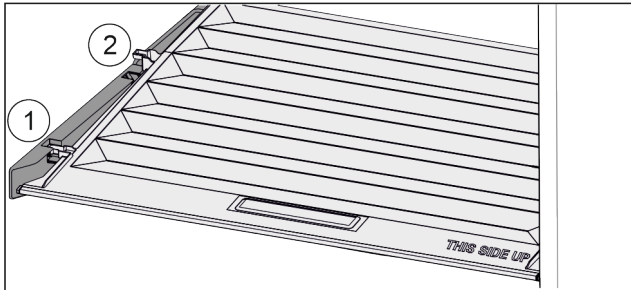

Fig. 101
- ▶ Tirare in avanti il coperchio fino all'apertura nei fermi Fig. 101 (1).
- ▶ Sollevare posteriormente dal basso e togliere verso l'alto Fig. 101 (2).